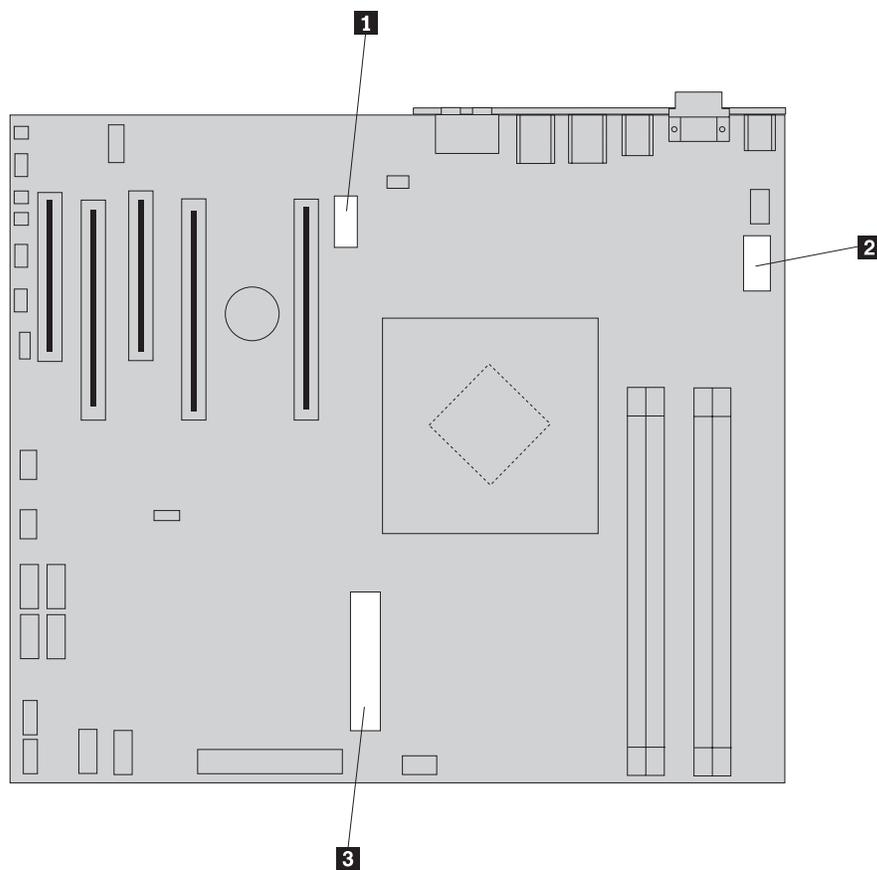

図 14. システム・ボード・コネクタ
3. 電源機構ケーブル **1**、**2**、および **3** をシステム・ボード・コネクタ、すべてのアダプター・カード (一部のモデルでは)、およびすべてのドライブから取り外します。図 14 を参照してください。